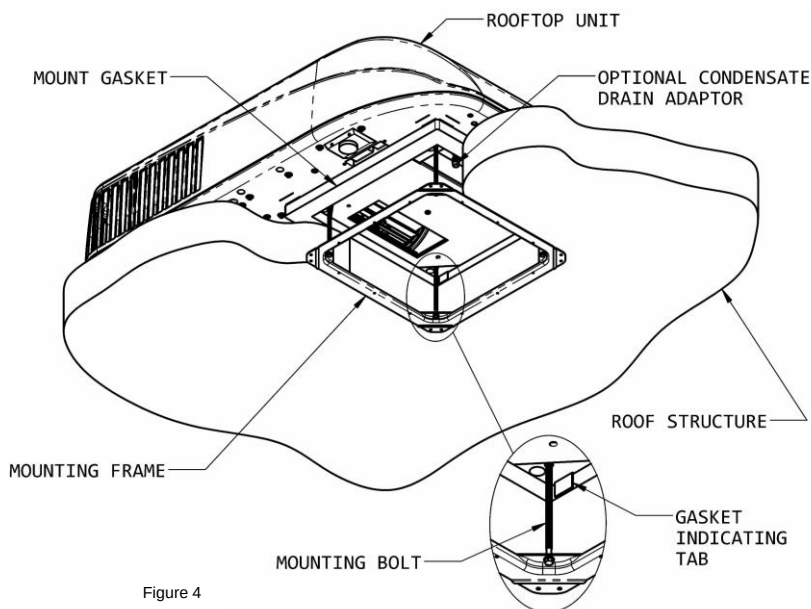

Figure 4
E. Fixation du climatiseur au toit - L'ensemble de plafond comprend un cadre de montage. Fixez le climatiseur au toit à l'aide des étapes véhicule. Reportez-vous à la Figure 4.
3. La tension appropriée de chaque boulon est atteinte quand toute partie de chaque languette indicatrice du joint vient en contact avec le toit. Voir Figure 4. L'unité supérieure est maintenant correctement installée avec la compression optimale du joint.
4. Si le conditionneur d'air est équipé d'une pompe à condensat évaporateur en option, un 1/2 «I.D. tuyau doit être fourni qui va de l'ouverture 14 «carré, à travers le plafond du véhicule et en bas de la paroi latérale. Cela permet à l'eau de condensation se vider sous le véhicule. Le tuyau ne doit pas être autorisé à Kink fermer tout en faisant un virage. Branchez l'extrémité supérieure du tuyau de vidange au raccord cannelé à la figure 4.